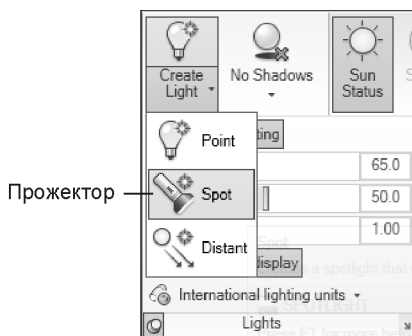

Рис. 13.17. Панель инструментов **Lights** на ленте
1. Откройте вкладку ленты **Render** (Визуализация) и перейдите в ней на панель инструментов **Lights** (Источники света) (рис. 13.17).
1. Откройте вкладку ленты **Render** (Визуализация) и перейдите в ней на панель инструментов **Lights** (Источники света) (см. рис. 13.17).